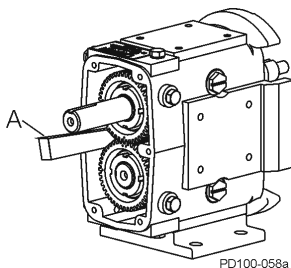

Figura 61 - Rotación del eje del bloque
4. Use un bloque de madera o nailon (Figura 61, artículo A) para evitar que los ejes giren. Si un bloque no está disponible, use trapos para bloquear los engranajes, o con un rotor en el eje, bloquee el rotor con un pasador de nailon.